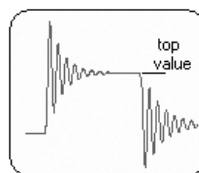

图 9-39 信号高电平约束规则
- “Signal Top Value”（信号高电平约束规则）：用于设置高电平最小值。如图 9-39 所示为该设置示意图。